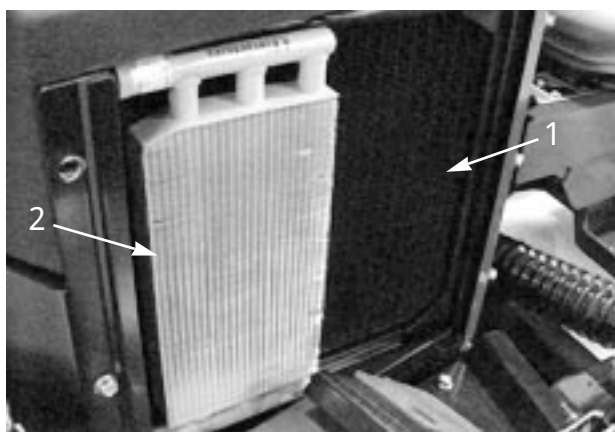

図 47
3. オイル・クーラ(図47)を清掃する。たまったゴミをていねいに取り除くこと。